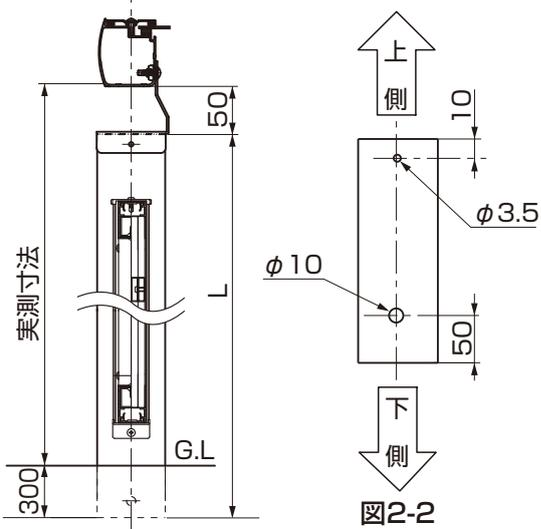

図2-2
- ①G.L.から側枠・垂木の下面までを実測してください。
- ②実測寸法に250mmを足した寸法Lで間柱を切断してください。
- ③図2-2を参照して、間柱にφ10とφ3.5の貫通穴をあけてください。